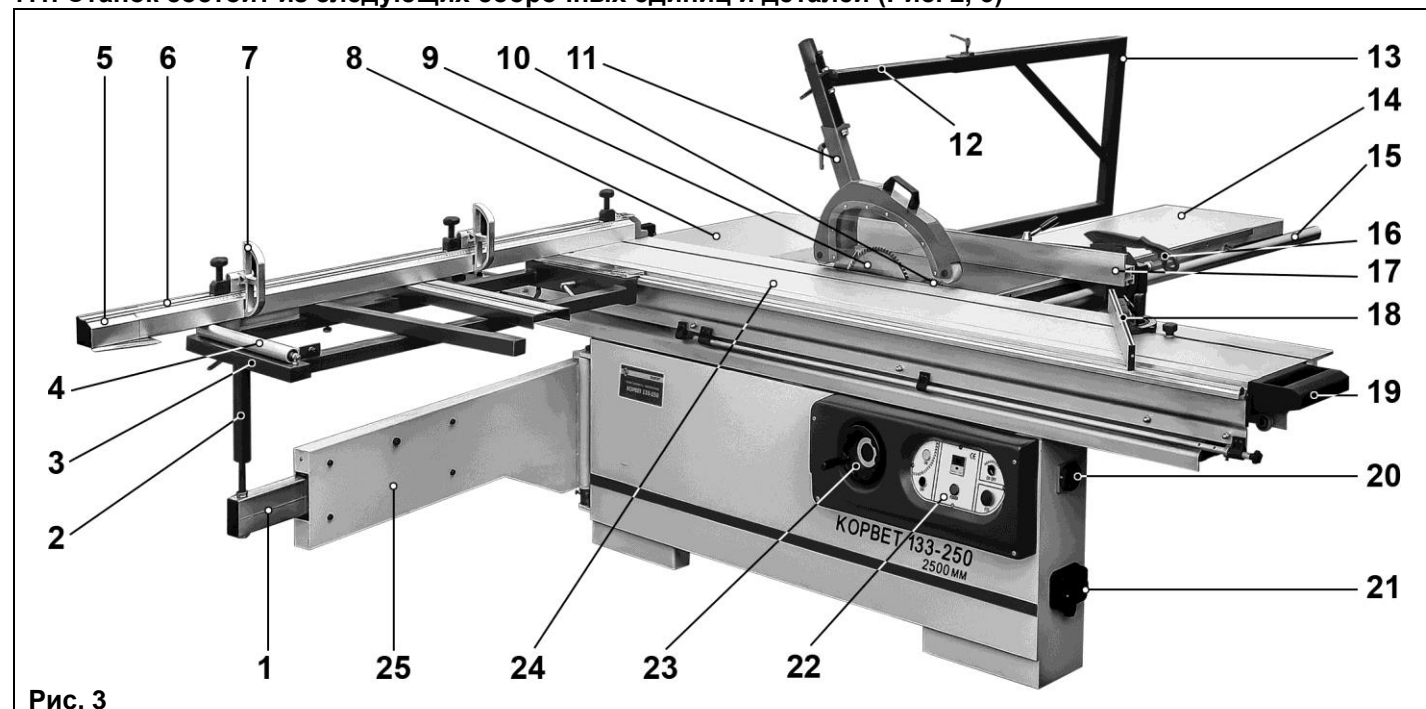

Рис. 3
9.3. Пиление с подрезным диском, Рис. 3; 18; 19; 24; 25
9.2. Пиление с одним пильным диском (циркулярная пила), Рис. 3; 18; 19; 24; 25